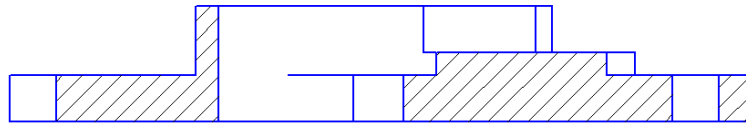

Рис. 4.13. Разрез готов.
45. С помощью инструмента «Штриховка» сделайте штриховку, как показано на рис. 4.13.